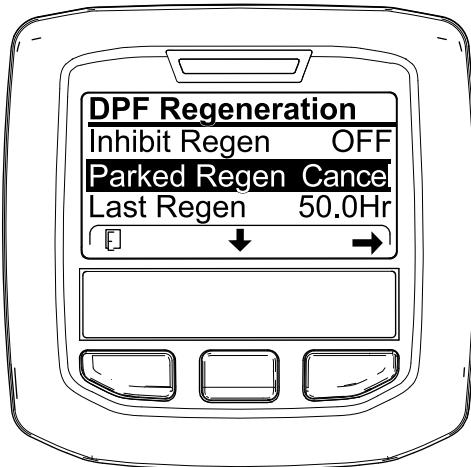
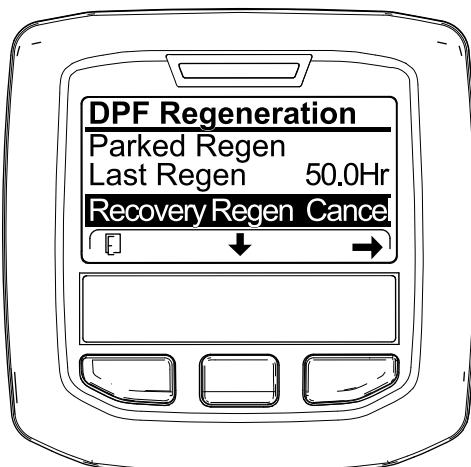

Figura 60
Figura 61
1. Acceda al menú DPF Regeneration (Regeneración de DPF) (Figura 60).
- Pulse el botón central para desplazarse hacia abajo, hasta la opción PARKED REGEN CANCEL (Cancelación de regeneración con máquina aparcada) (Figura 60) o la opción RECOVERY REGEN CANCEL (Cancelación de regeneración de recuperación) (Figura 61).
- Pulse el botón derecho para seleccionar la opción Regen Cancel (Cancelación de regeneración) (Figura 60 o Figura 61).